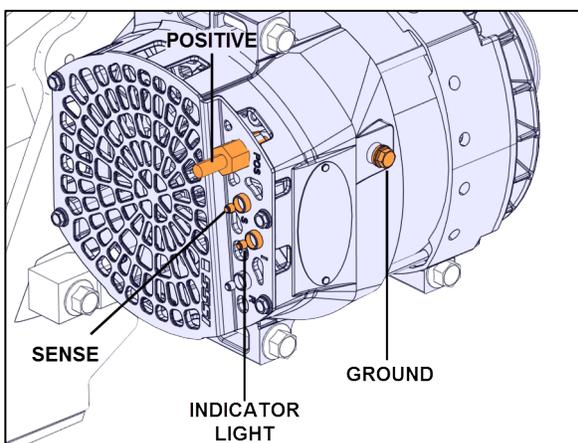

FIGURE 72
32. Installation du câblage de contrôle 0610037 sur l'alternateur. (Figure 72).